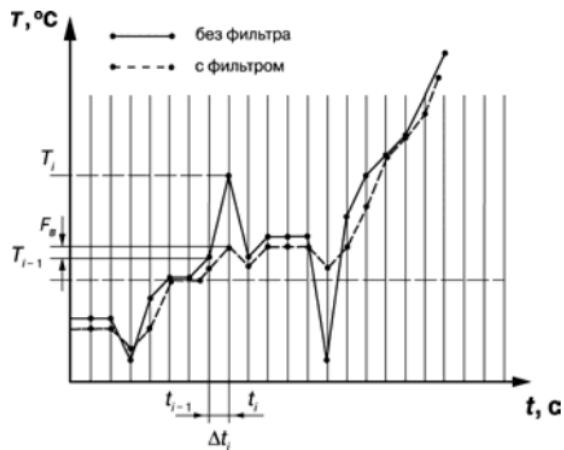

Рисунок 3.4
3.1.4.4.2 Полоса цифрового фильтра позволяет защитить измерительный тракт от единичных помех и задается в единицах измеряемой величины. Если измеренное значение  $T_i$  отличается от предыдущего  $T_{i-1}$  на величину, большую, чем значение параметра **Fb**, то прибор присваивает ему значение равное ( $T_{i-1} + F_b$ ), а полоса фильтра удваивается (рисунок 3.4). Таким образом, характеристика сглаживается.